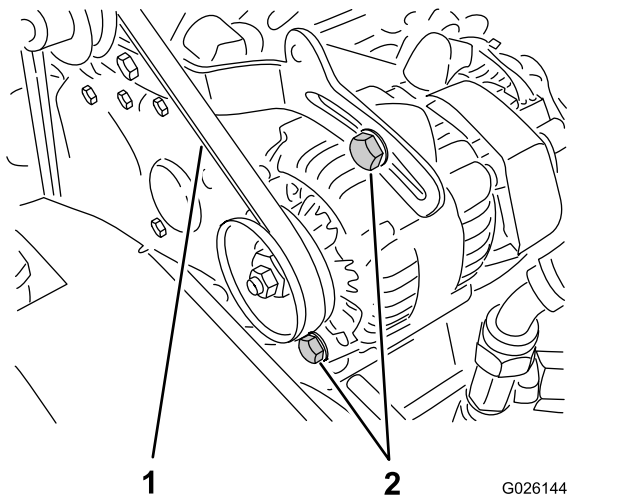

Bild 58
2. Prüfen Sie die Spannung, indem Sie eine Kraft von 10 kg in der Mitte zwischen der Lichtmaschine und den Kurbelwellenscheiben ansetzen (Bild 58).
- A. Lockern Sie die zwei Befestigungsschrauben der Lichtmaschine (Bild 58).
- B. Drehen Sie die Lichtmaschine mit einer Stange, bis die richtige Riemenspannung erzielt ist. Ziehen Sie die Befestigungsschrauben dann fest (Bild 58).